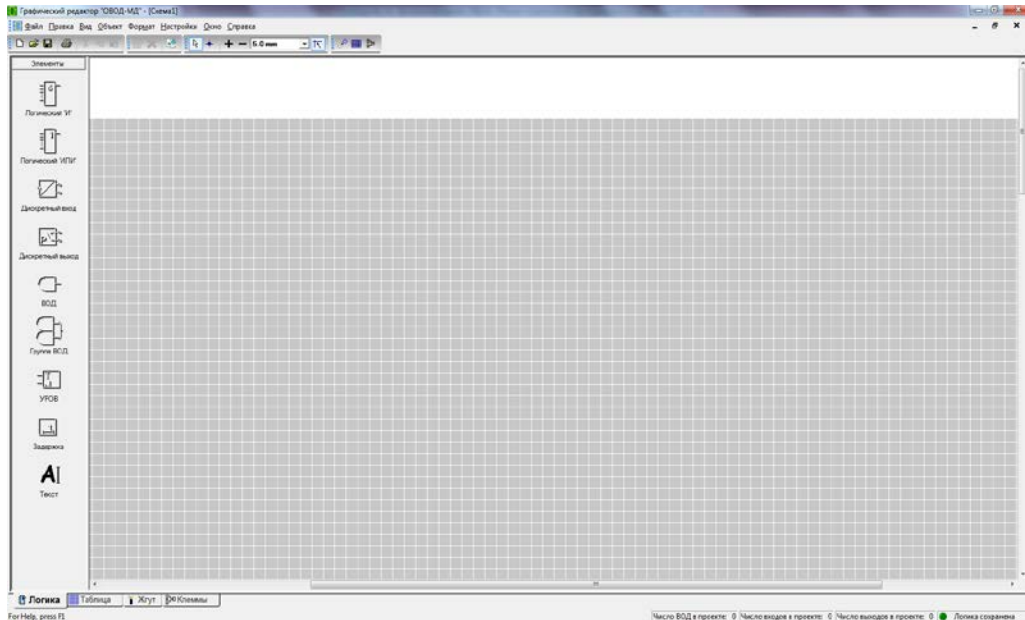

Рис.2.2. «Окно программы «Графический редактор ОВОД-МД»
2.9.1. Запустить программу «Графический редактор ОВОД-МД» (Пуск – Все программы – New Voice Inc - Графический редактор ОВОД-МД - Графический редактор ОВОД-МД). Откроется окно программы «Графический редактор ОВОД-МД» (см. Рис. 2.2.)